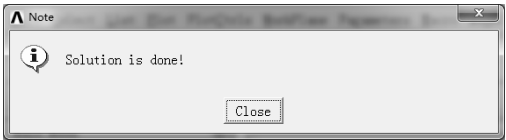

图 8-156 “Note”对话框
- 2) 单击“Solve Current Load Step”对话框中的“OK”按钮，程序开始求解，求解完成后弹出“Note”对话框，如图 8-156 所示。单击“Close”按钮关闭。